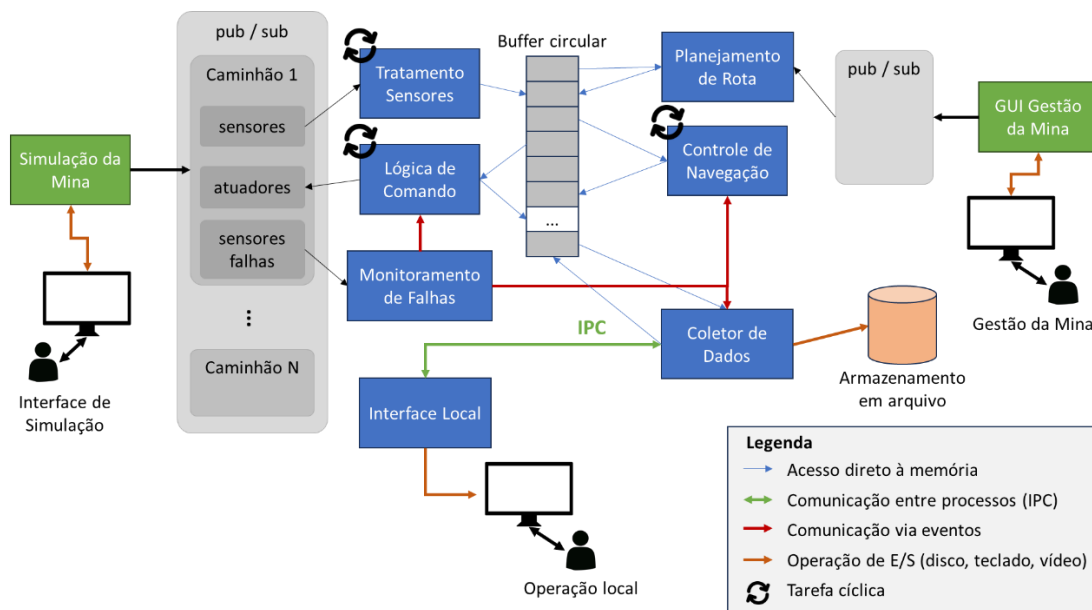

Figura 1 - Sistema simplificado de controle de um caminhão autônomo.
O seu grupo foi contratado para desenvolver a aplicação embarcada no sistema de controle de um caminhão autônomo numa mina. O desenvolvimento será simplificado, contendo apenas algumas partes críticas. O sistema completo é ilustrado na Figura 1, em que cada tarefa é identificada com um retângulo, e a interação entre elas é representada por setas.
- **Etapla 1:** definição da arquitetura completa do sistema e implementação de todas as tarefas em azul na Figura 1. Definição e implementação do buffer circular (e.g. 200 posições) e suas interações com as demais tarefas. As interações definidas pelas setas em vermelho (eventos) laranja (I/O) e em verde (IPC) não são implementadas nessa etapa. O servidor publisher e subscriber e as interfaces de Gestão da Mina e Simulação da Mina também não são implementadas nessa etapa.